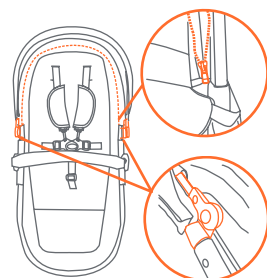

Fig. 8a
- 8) • **Pour fixer l'auvent amovible :** enclenchez les pinces de l'auvent à l'intérieur des tubes du siège pour enfant. Fixez l'auvent au cadre du siège à l'aide de la fermeture à glissière (Fig. 8a).